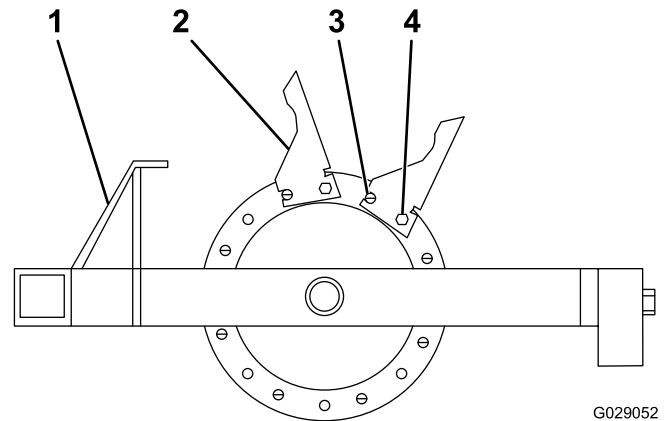

Figura 20
1. Empiece en la rueda exterior e instale los taladros como se muestra en Figura 20.
2. Instale los 8 taladros sobre la pieza de fundición, usando un pasador cilíndrico y un perno ($\frac{1}{2}$ " x $1\frac{3}{4}$ "), con el pasador cilíndrico en la posición delantera (Figura 20).